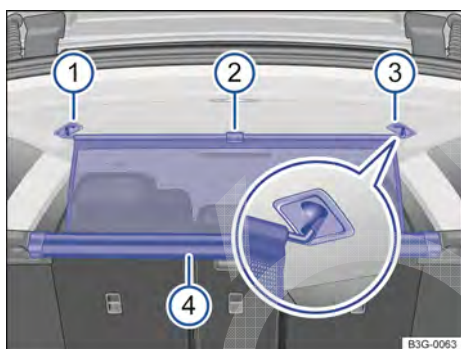

Fig. 242 No compartimento de bagagem: pendurar a rede divisória.
- Tirar a rede divisória com a tira → Fig. 242 ② da carcaça → Fig. 242 ④, puxando-a para cima.
- Prender a rede divisória no lado direito → Fig. 242 ③ (lupa).
- Prender a rede divisória no lado esquerdo, comprimindo a barra transversal no alojamento → Fig. 242 ①.
◀ A rede divisória estará fixada corretamente se as extremidades em forma de T estiverem seguramente presas nos respectivos alojamentos → Fig. 242 ③ e ①
- Desenganchar a barra transversal dos alojamentos → Fig. 242 ③ e ①
- Conduzir a rede divisória totalmente para baixo para a carcaça → Fig. 242 ④.